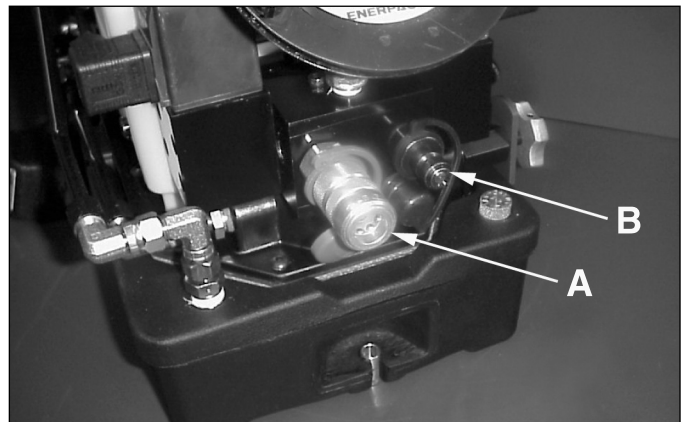

Abbildung 3 - Pumpenauslass (doppelwirkend)
1. Verbinden Sie die Schläuche mit dem Pumpenauslassverteiler, der in Abb. 3 dargestellt ist. VERGEWISSEN SIE SICH, dass Sie einen Schlauch mit der Aufschrift „ENERPAC 800 SERIES - 800 BAR/11,600 PSI MAX“ verwenden. Drehen Sie die Sicherheitsringe mit der Hand fest.